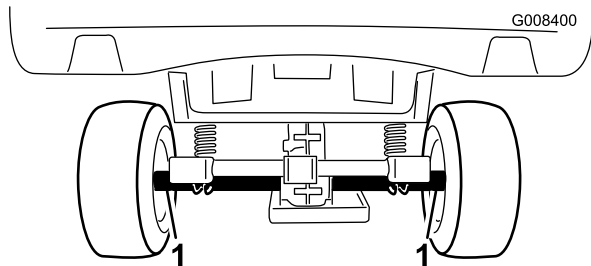
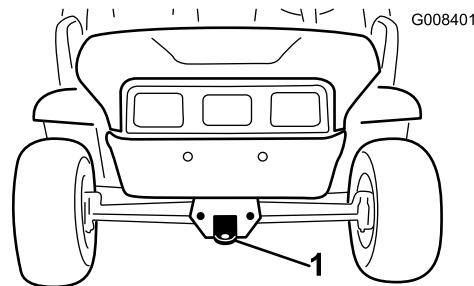

Bild 17
Bild 18
Benutzen Sie einen Anhänger, um das Fahrzeug über längere Strecken zu transportieren. Stellen Sie sicher, dass das Fahrzeug auf dem Anhänger befestigt ist. Beachten Sie für die Position der Vergurtungsstellen die Bilder Bild 17 und Bild 18.
2. Befestigen Sie ein Schleppkabel an der Lasche am vorderen Rahmen (Bild 18).